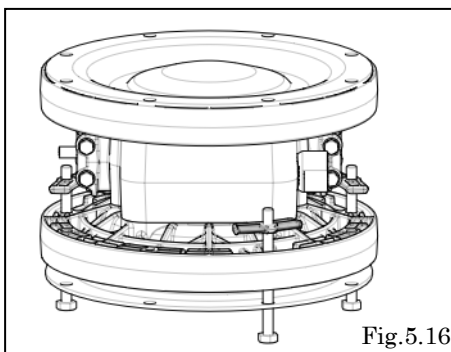
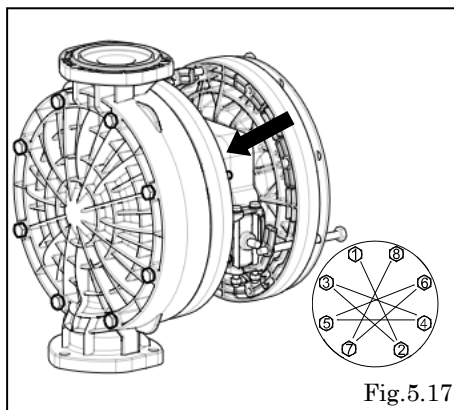

Fig.5.16
Fig.5.17
（困難な場合は、ダイアフラムを最小限の緩める方向で調整する）〔Fig.5.16〕
- ・ Fig.5.16 で取り付けしたダイアフラム側にアウトチャンバーを取り付ける。〔Fig.5.17〕